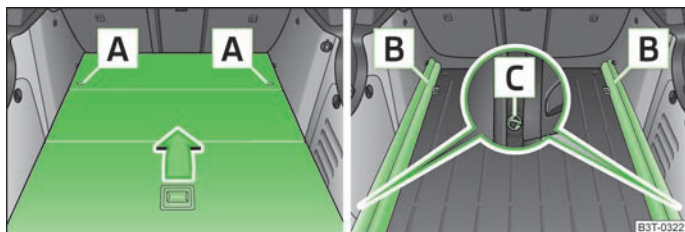

Fig. 72 Coffre à bagages : dépose du plancher de chargement variable/Dépose des glissières de support
- Déverrouillez le plancher de chargement variable en faisant tourner les oeillets de fixation [A] » fig. 72 de 90° env. vers la gauche.